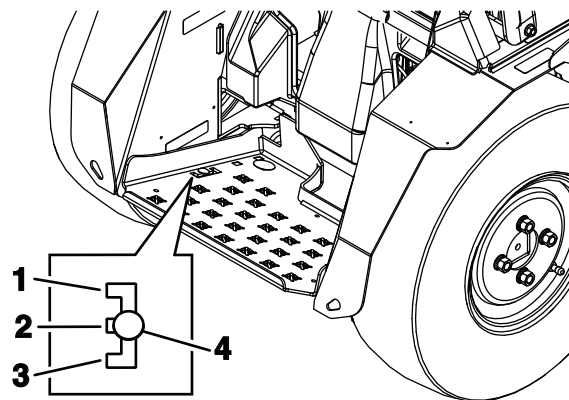

Figura 14
6. En cada lado, mueva los soportes antivibratorios a una de las 3 ranuras, según el nivel de confort deseado (Figura 14).